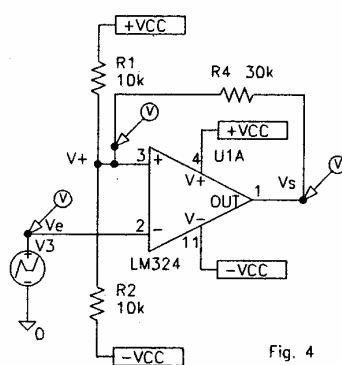

Fig. 4
1) Pour chaque montage, donnez le nom du montage (Fig.1 à Fig. 4).
5) Montage Fig. 4